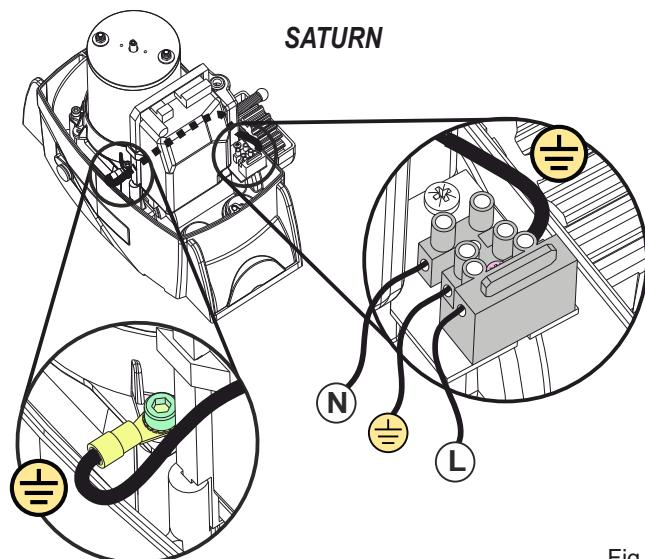

Fig. 26
12.1. Avant de connecter l'opérateur, prévoir sa mise à la terre, comme indiqué en la Fig. 26 ou en Fig. 27, selon le modèle utilisé